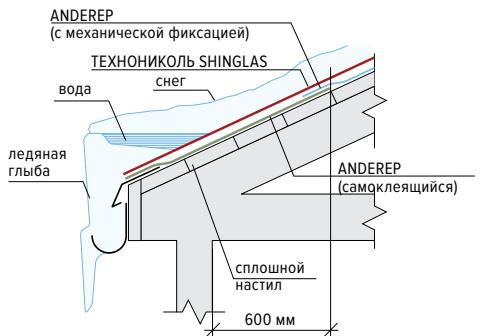

Рис. 8
ANDEREP PROF PLUS / ANDEREP GL / ANDEREP GL PLUS) (Рис. 8). Укладку материала ведут снизу вверх с нахлестом в продольном направлении 100 мм (для подкладочных ковров на органической основе типа BiCARD нахлест составляет 600 мм для углов наклона кровли до 30°, свыше 30° — 100 мм), в поперечном — 150 мм, раскатывая рулон параллельно карнизному свесу. В зависимости от типа подкладочного ковра производится его механическое крепление кровельными ершеными гвоздями к основанию согласно ниже приведенным схемам:
- ANDEREP PROF — Рис. 8 а
- ANDEREP PROF PLUS — Рис. 8 б
- ANDEREP GL — Рис. 8 в
- ANDEREP GL PLUS — Рис. 8 г
Рис. 8 а
Рис. 8 б
Рис. 8 в
Рис. 8 г